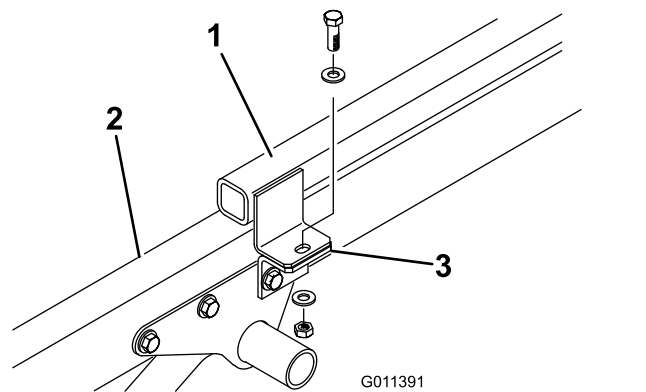

图6
3. 卸下将附件支架固定到挂钩架凸耳上的平头螺丝、2 个扁平垫圈和锁紧螺母图6。